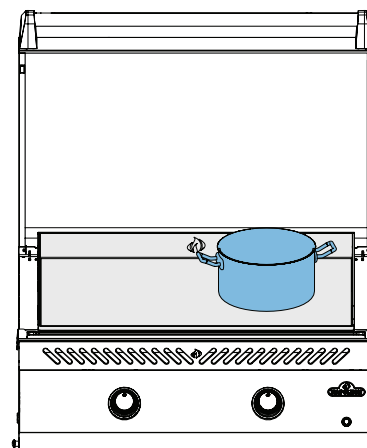

Fig. 3
- Använd stekplattan för att smälta eller värma såser. Placera kastruller eller pannor på sidan över låg till medelhög värme. (Fig. 3)